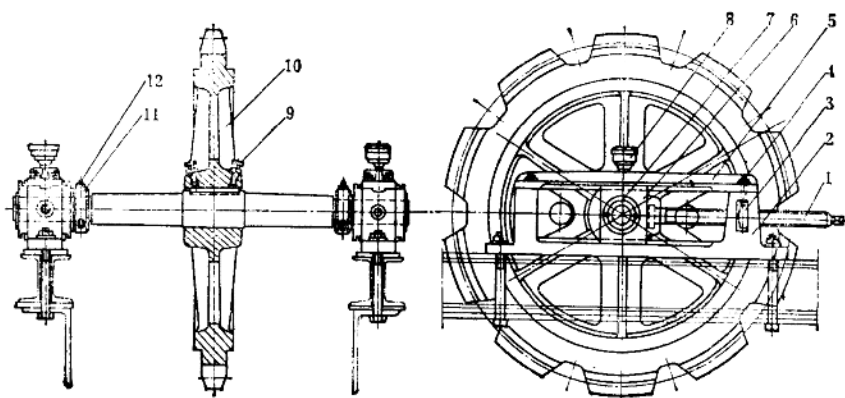
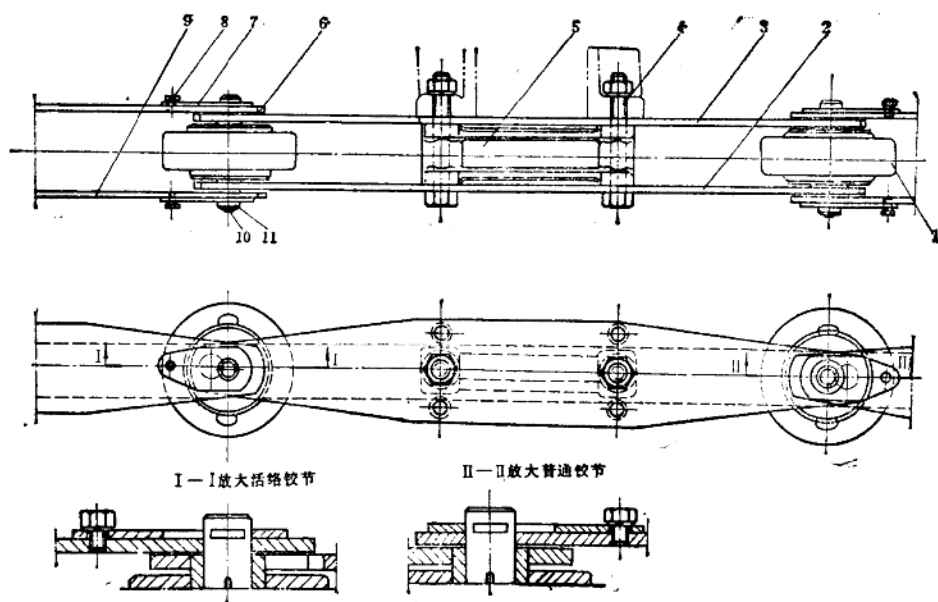

图8-1-4 拖动链条张紧装置
图8-1-5 牵引链条
- ② 拖爪的拖拖面磨损是否严重;
- ③ 拖动走轮及滚子油路是否畅通;
- ④ 内、外链板有否变形、铰节孔有无磨损,卡板螺栓有无松脱;
- ⑤ 拖链轨道有无变形或开焊。
(3) 拖动链条张紧装置(图8-1-4)的检查
- ① 张紧轴、滑块、铜套、张紧支架导槽的磨损情况;
- ② 调节螺杆、螺母转动是否灵活,有无锈蚀、变形或磨损;
- ③ 张紧链轮齿部磨损情况;
- ④ 滑块油路是否畅通。
(4) 牵引链条(图8-1-5)的检查
- ① 内外链板有无变形,铰节处导向轮轴,轴
（3）拖动链条张紧装置的拆卸（图8-1-4）
- ① 先拆下滑块上的润滑油杯；
- ② 卸下支架底座的上盖板的紧固螺栓，拿下上盖板，再将链轮轴整套吊下，取下滑块；
- ③ 退出调节螺杆，拿下方形螺母；
- ④ 拆下支架底座的紧固螺栓，拿下底座。
- 2) 张紧链轮的拆法 (图 8-1-4)
① 把张紧轴两端定位环的顶丝松开，分别取下定位环；
② 拆链轮。首先退出链轮上顶键的两个顶丝，然后用压力机或大拉具将轴压出或把链轮拉下，如用锤锤打时应把链轮垫平，轴端垫上铜板，防止将轴头打胀。